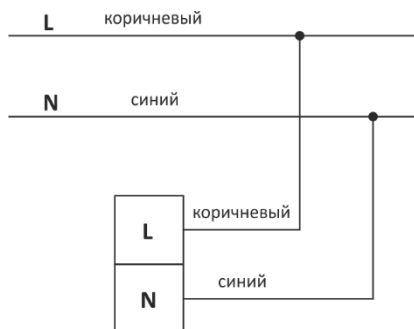

Рисунок 2
Подключение светильника к электрической сети произвести согласно схеме рис.2.
4.2 Подключите сетевой провод (3) к сети электропитания (4) согласно рис.2.